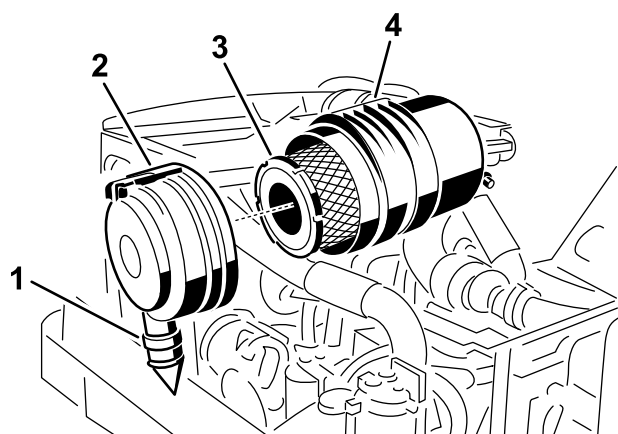

Figura 117
4. Retire el filtro primario (Figura 117).